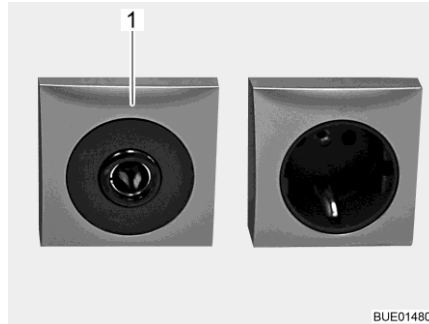

Bild 106 Eluttag 12 V/10 A
- ▷ Till 12 V-nätets eluttag (Bild 106,1) får endast apparater med maximalt 10 A anslutas.